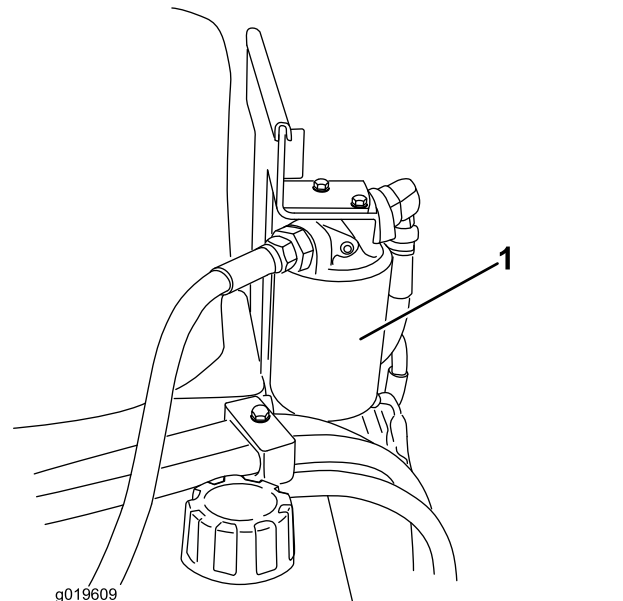

**Figure 31**
5. Si le niveau est trop bas, retirez le bouchon de remplissage/reniflard du sommet du réservoir hydraulique (Figure 31), et faites l'appoint de liquide hydraulique spécifié pour arriver au niveau correct.
6. Reposez le bouchon de remplissage/reniflard. Essuyez le liquide hydraulique éventuellement répandu (Figure 31).